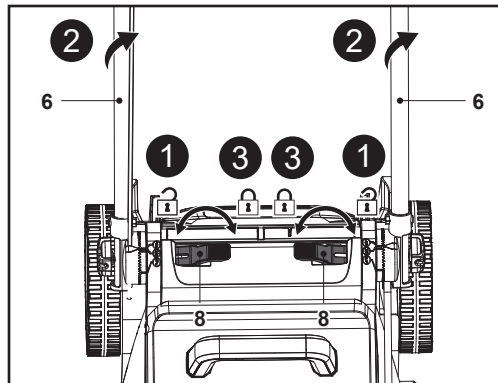

Fig. 11
2. Déplier les deux leviers de serrage (8) de l'autre main, puis faire pivoter l'ensemble de guidon (4, 6) jusqu'à l'autre position de hauteur de guidon (Fig. 11, étapes 1, 2).
3. S'assurer que le triangle de repère (6b) est aligné sur l'indicateur de hauteur de guidon (9b/9c), puis replier les deux leviers de serrage (8) pour fixer l'ensemble de guidon (4, 6) (Fig. 11, étape 3).